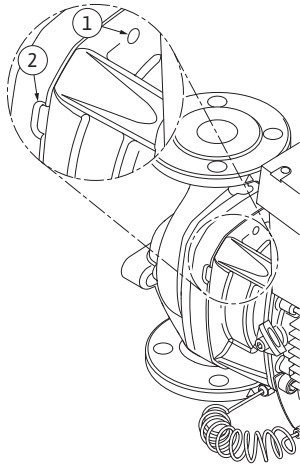

Fig. 53: Takma kitinin pompa gövdesinden dışarı itilmesi için yivli delikler ve açıklıklar
13. Takma kitini (bkz. Fig. 13) pompa gövdesinden dışarı bastırın. Bu amaçla, özellikle yuvanın sökölmesi için iki yivli deliğin kullanılması önerilir (Fig. 53, Poz. 1). Yuvanın sökölmesi için tasarlanmış olan cıvataları yivli deliklere takın. Takma kiti kolay dönüyorsa dışarı bastırmak için ek olarak pompa gövdesi ile braket arasındaki açıklıklar (Fig. 53, Poz. 2) kullanılabilir (bu işlem için örneğin iki tornavidayı ve kaldıraç olarak kullanın). Yaklaşık 15 mm bastırma mesafesinden sonra takma kiti artık pompa gövdesine ilerletilemez.